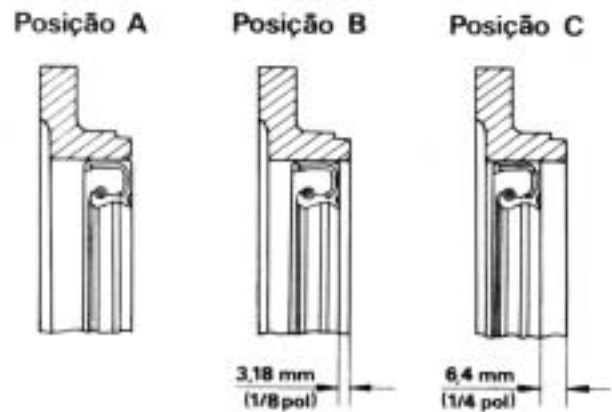

FIG 17
14. Verifique se o flange traseiro da árvore de manivelas apresenta desgaste e monte o vedador nas posições B ou C, conforme ilustrado na **Fig.17**.